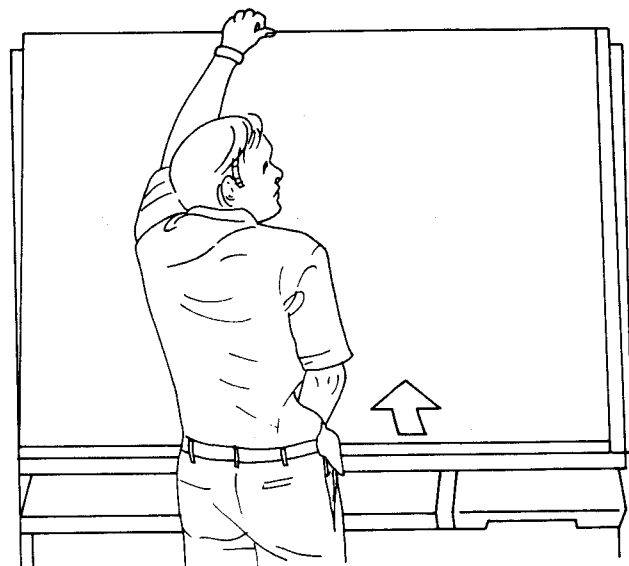

Figure 23
- (3) Enlever les neuf vis se trouvant en haut du tableau.
- (4) Sortir le bas d'une unité de tableau en le tirant. (Figure 23) S'assurer que les Supports Inférieurs sont verrouillés en bonne position.
- (5) Tenir le sommet et le bas du tableau à sa partie centrale. En soulevant légèrement le tableau, retirer le sommet tout en maintenant en parallèle le corps principal et le cadre.